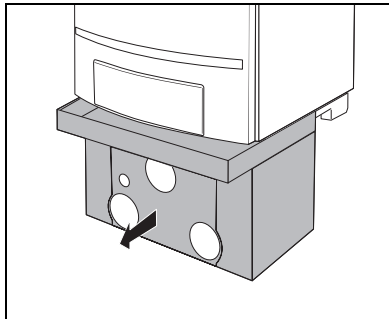

Fig. 10 Aftagning af den nederste beklædning
- Fjern den nederste beklædning til tilslutningsgruppen (fig. 10).